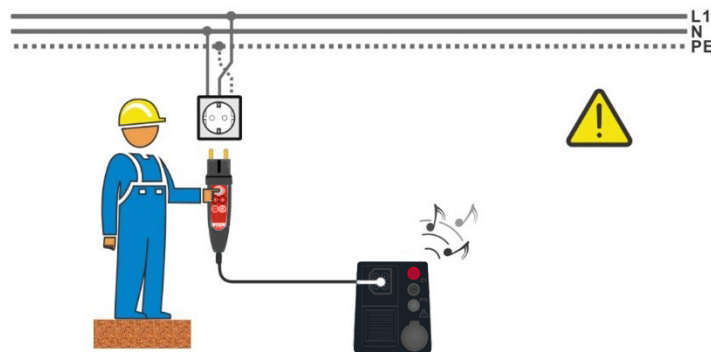
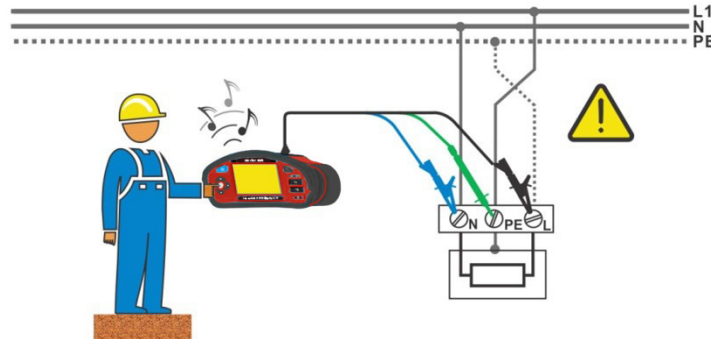

Abbildung 1.1: Vertauschte Leiter L und PE (Commander-Prüfstecker)
Abbildung 1.2: Vertauschte Leiter L und PE (Verwendung der 3-Leiter Prüfleitung)
- › Schließen Sie die Prüfleitungen am Prüfobjekt an, siehe **Abbildung 1.1** und **Abbildung 1.2**.